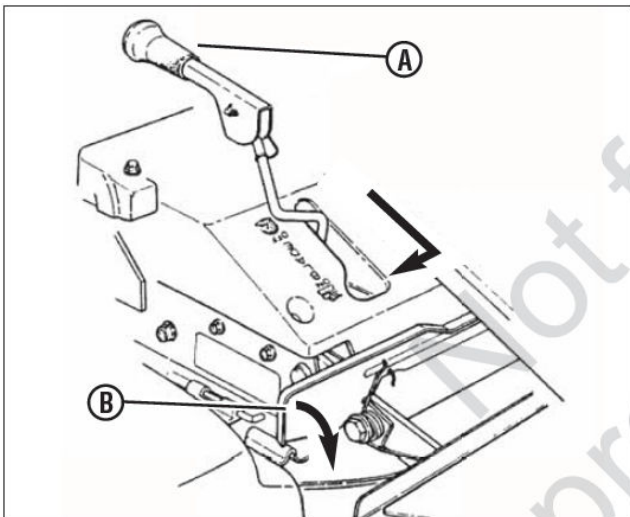

Рис. 10. Включение ножа
2. Переведите рычаг ножа (А, рис. 10) в положение ON (включено), затем нажмите педали тормоза (В), чтобы удерживать рычаг ножа в положении ON.